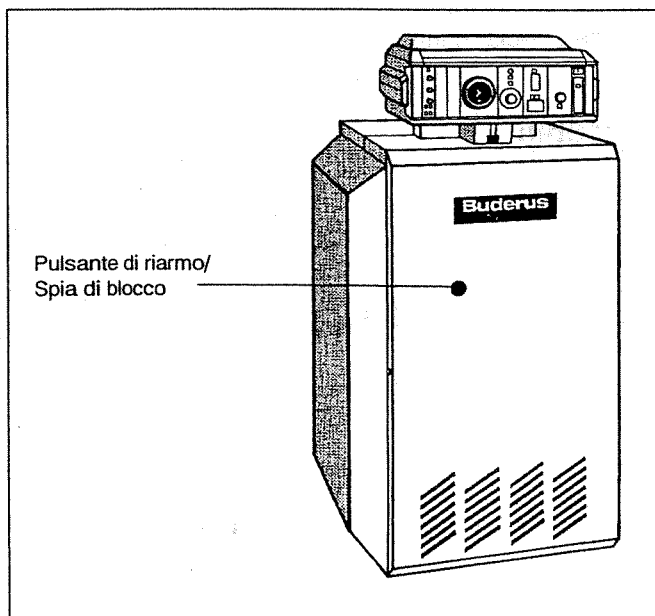

Fig. 7: Pulsante di riarmo
- In caso di accensione della spia di controllo sul pulsante di riarmo (Fig. 7), premere il pulsante di riarmo. Nei sistemi di regolazione 3000, in caso di disfunzione si accende inoltre la spia di disfunzione al bruciatore sul regolatore di temperatura dell'acqua di caldaia. Nei sistemi di regolazione 4000, la "disfunzione al bruciatore" viene segnalata sul display del telecomando.